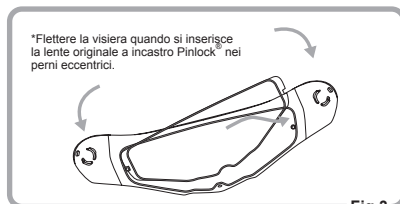

Fig.3
2. Flettere la visiera con attenzione finché diventa piatta. Quindi, fare scattare l'altro lato della lente originale a incastro Pinlock® nei perni eccentrici. Dopodiché, prestando attenzione, lasciare tornare la visiera alla forma incurvata originale. Assicurarsi che la lente originale a incastro Pinlock® sia inserita nel telaio (Fig. 3,4 e 5). (Segue punto 3 nella pagina successiva).